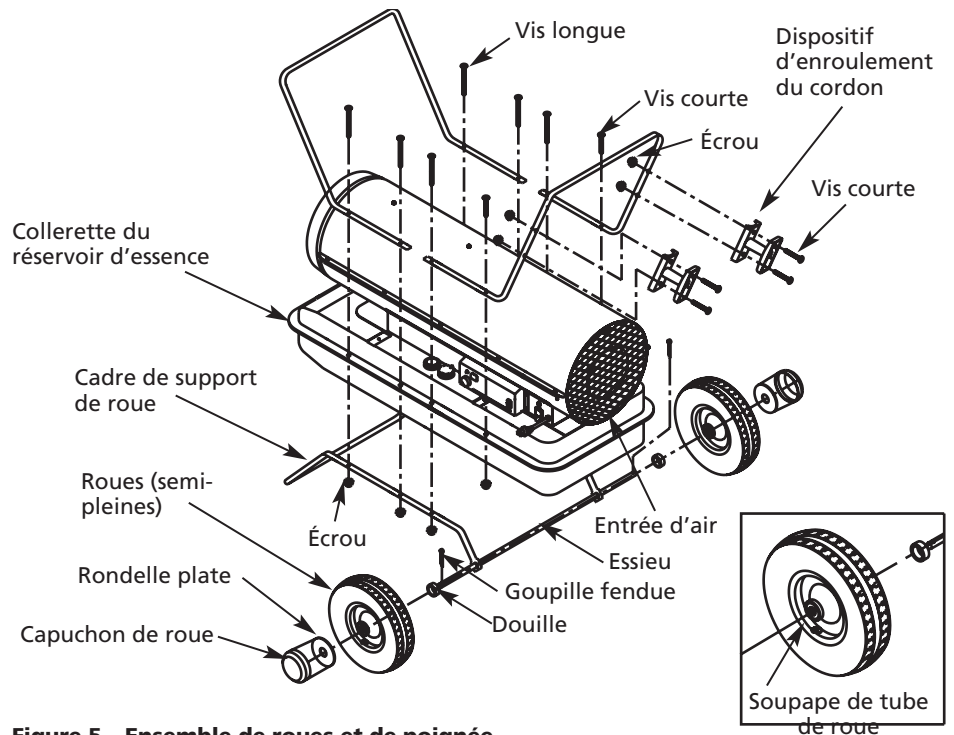

Figure 5 – Ensemble de roues et de poignée
REMARQUE : Pendant l'installation des roues, la valve de la chambre à air doit faire face à l'extérieur du cadre de support (Figure 5).
4. Placer le radiateur sur le cadre de support de roue. S'assurer que l'entrée d'air (arrière) du radiateur est par-dessus les roues. Aligner les trous sur la collerette du réservoir de combustible. Insérer les vis à travers les poignées (avant et arrière), la collerette du réservoir de combustible et le cadre de support de roue, comme l'illustre la Figure 5, et serrer l'écrou à la main après avoir inséré chaque vis.
7. Insérer les vis à travers le dispositif d'enroulement du cordon, poignée arrière, comme l'illustre la Figure 5, et serrer l'écrou à la main après avoir inséré chaque vis.